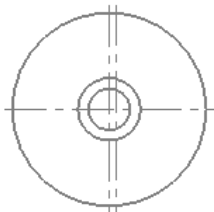

图 3.15.9 平移中心线
① 选择命令。选择下拉菜单 命令。
② 定义第一个平移对象。在绘图区选取竖直中心线为第一个平移对象，然后在“标准选择”工具栏中单击 按钮，完成第一个平移对象的定义，同时系统弹出“平移选项”对话框。
③ 定义平移距离。在“平移选项”对话框中选中 单选项；在 区域的 文本框中输入值 6，按 Enter 键确认。
④ 单击 按钮完成中心线的平移，如图 3.15.9 所示。
⑤ 定义第二个平移对象。在绘图区选取相同竖直中心线为第二个平移对象，然后在“标准选择”工具栏中单击 按钮，完成第二个平移对象的定义，同时系统弹出“平移选项”